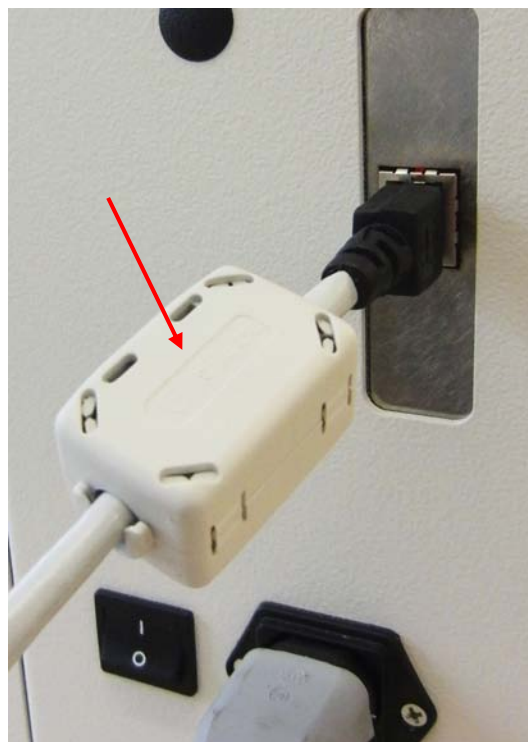

Abbildung 61: Ferritkern
- Bitte befestigen Sie den beigelegten Ferritkern (Teilenummer 9204150F) an dem Ende des Netzkabels, welches am Drucker angeschlossen wird. Siehe Abbildung 61.